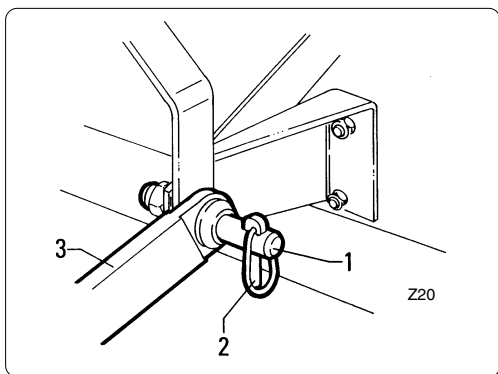

fig. 4.1.1
- Fissarli inserendo le relative copiglie di sicurezza "2" fig. 4.1.1.